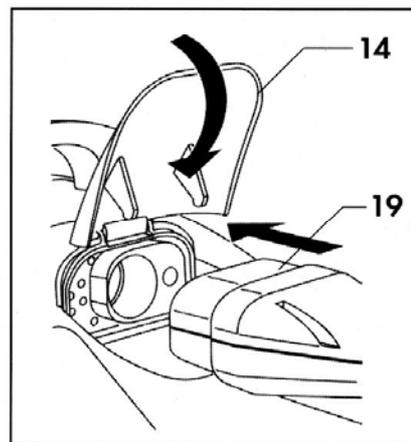

Fig. 6
- Aprire completamente lo sportello della presa accessori (14) ed inserire il purificatore nella presa posta sulla parte anteriore dell'apparecchio, premendo a fondo (**Fig. 6**).
- Chiudere lo sportello della presa accessori (14) sul corpo dell'attacco rapido assicurandosi che i due particolari si aggancino.